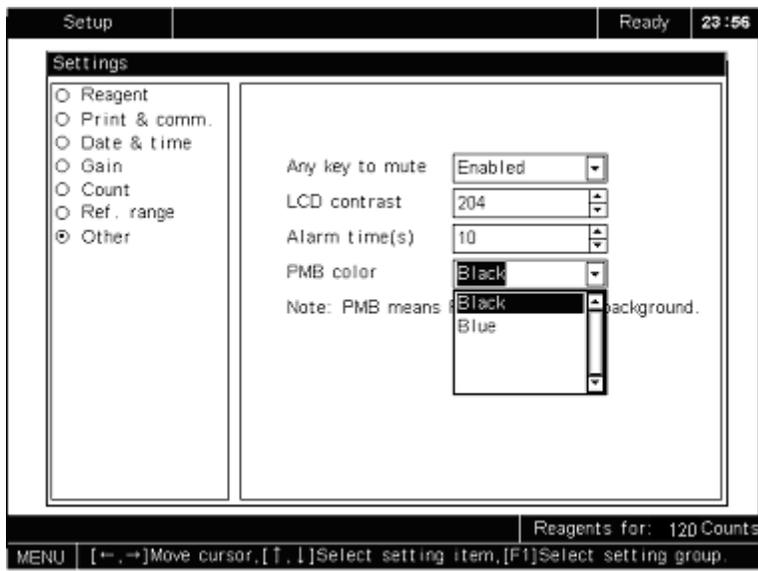

Рисунок 5-33 Установка цвета экрана в режиме предиллюции
3. Выберите **“Blank”**(бесцветный) или **“Blue”**(голубой) из списка **“PMB color”**, как показано на рис. 5-33.